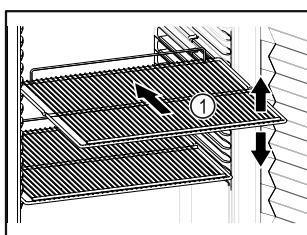

Fig. 61 Esimerkkikuva
- ❑ Sovita siirrettävät rivilätasot Fig. 61 (1) korkeuden mukaan.